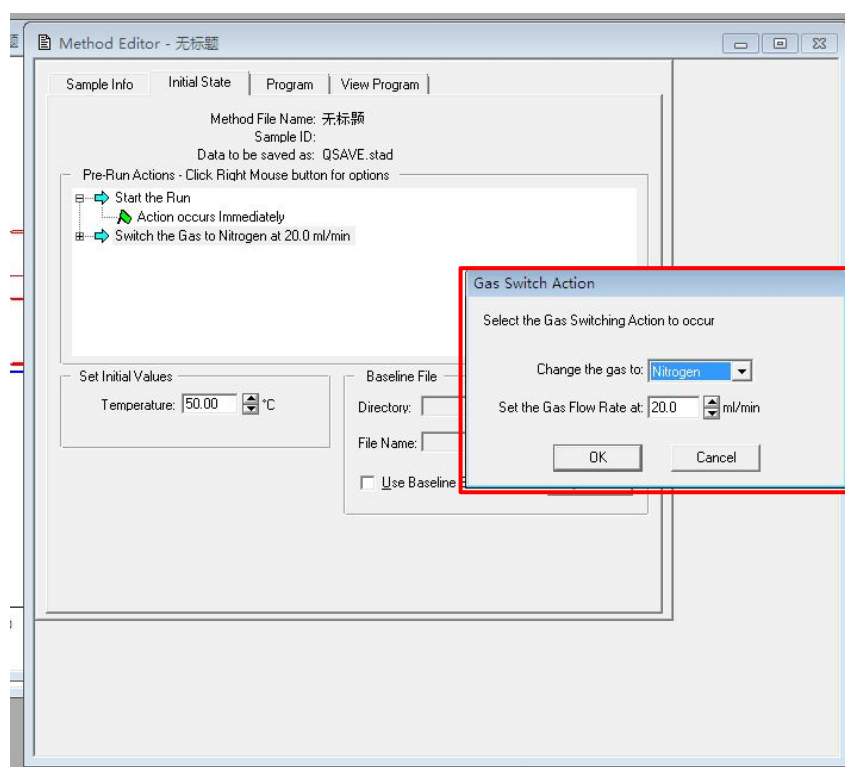

图 3
3.2.2 在“Initial State”界面里，鼠标点击右键，提示对话框中，选择“Gas Switch Action”，在弹出的对话框中，可以选择反应气类型和设定流量。例如，选择氮气，流量选为 20mL/min，点击“OK”。如图 3 所示。